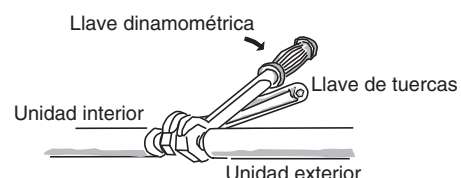

Fig. 5-6
- (2) Para apretar las tuercas abocardadas, aplique el par de torsión especificado.
- Cuando extraiga las tuercas abocardadas de las conexiones de las tuberías o cuando las apriete después de haber conectado las tuberías, asegúrese de utilizar 2 llaves ajustables o llaves inglesas. (Fig. 5-6)